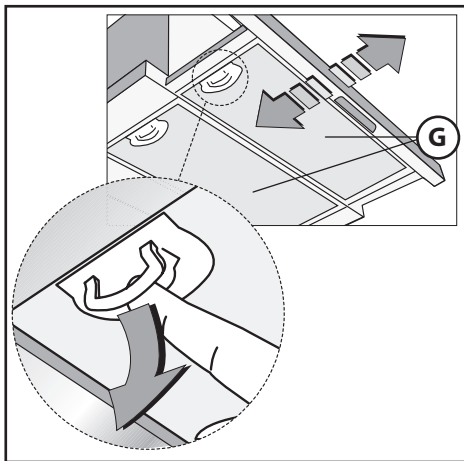
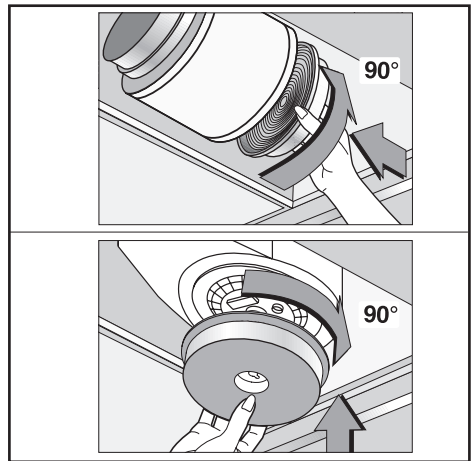

Fig.4
Fig.5
• La distanza minima fra la superficie di supporto dei recipienti di cottura sul dispositivo di cottura e la parte più bassa della cappa da cucina deve essere di almeno **65 cm**. Se dovesse essere usato un tubo di connessione composto di due o più parti, la parte superiore deve essere all'esterno di quella inferiore. Non collegare lo scarico della cappa ad un condotto in cui circoli aria calda o utilizzato per evacuare fumi degli apparecchi alimentati da un'energia diversa da quella elettrica. Prima di procedere alle operazioni di montaggio, per una più facile manovrabilità dell'apparecchio disinserire il filtro/i antigrasso (Fig.4).
Per trasformare la cappa da versione aspirante a versione filtrante, richiedere al vostro rivenditore i filtri a carbone attivo. I filtri devono essere applicati al gruppo aspirante posto all'interno della cappa centrandoli ad esso e ruotandoli di 90 gradi fino allo scatto d'arresto (Fig.5). Per effettuare questa operazione rimuovere i pannelli **G** (Fig.4). L'aria viene rimessa nell'ambiente attraverso un tubo di evacuazione aria passante attraverso il mobile e collegato alla flangia **H** (Fig.3B).